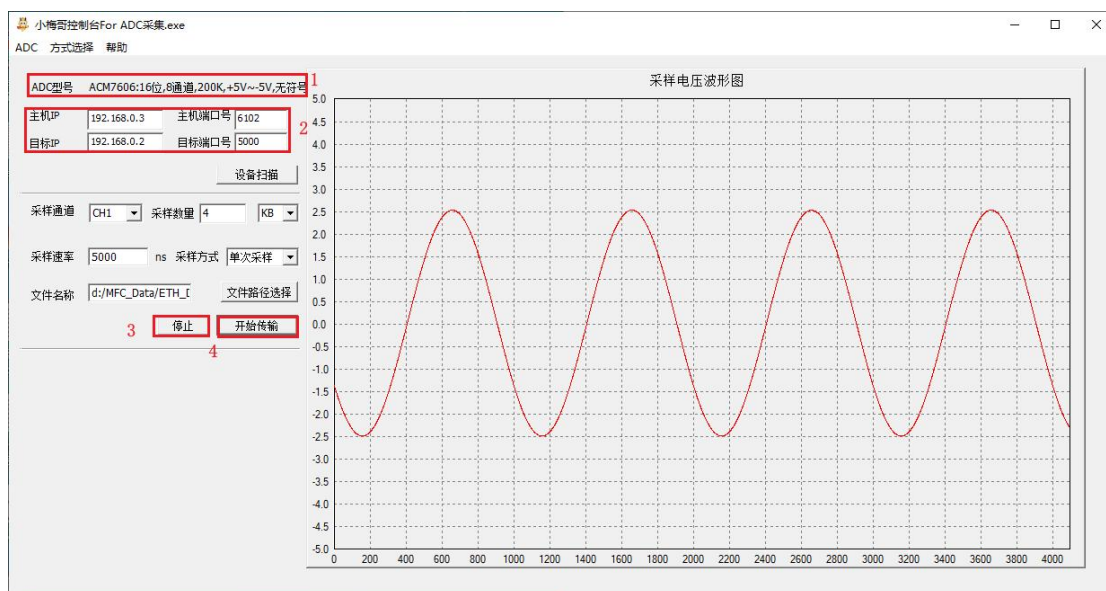

图 1-28 数据采集上位机显示图
5. 点击开始传输之后，可以看到在右边采样电压波形图界面可以直观看到波形图，如下图 1-28 所示。需要注意的是波形图的横坐标对应的不是频率，而是采样数量。